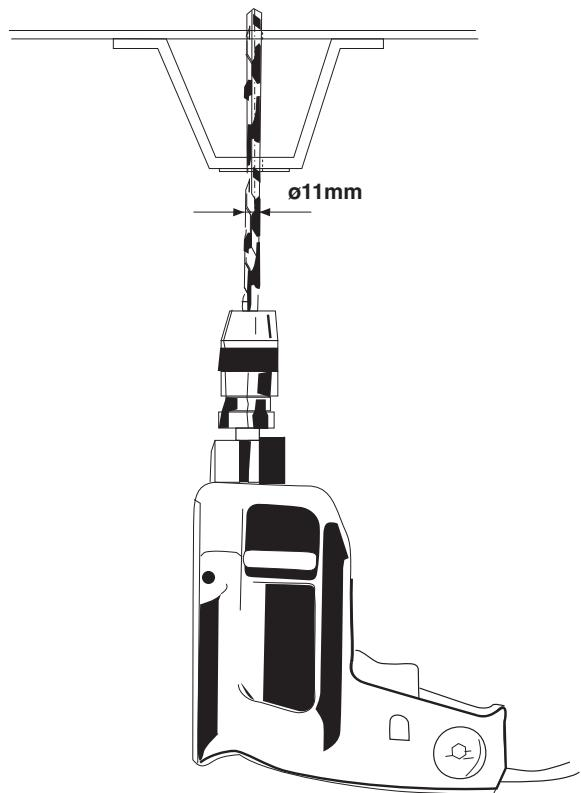

Fig. 2
3. Attenzione! Non usare i fori già presenti nei montanti del telaio. Praticare i fori A ø11mm. Vedere fig. 2.
Wywiercić otwory A ø11mm. Patrz rysunek 2.